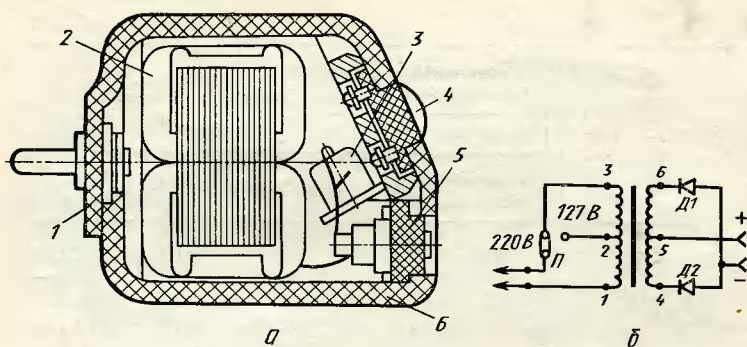

Рис. 36. Выпрямительное устройство бритвы «Молодость»:
Выпрямительное устройство (блок питания) состоит из корпуса 1 (рис. 36, а), понижающего трансформатора 2, двух диодов Д1 и Д2 (рис. 36, б) типов
*Ремонт блока питания (выпрямительного устройства).* Выпрямительное устройство бритвы «Молодость» аналогично выпрямительному устройству бритвы «Элнет». Выбить бородком четыре штифта крепления крышки 6 (см. рис. 36, а) корпуса 1 блока питания и снять крышку. Выдвинуть из корпуса блока питания трансформатор 2 с диодами. Проверить исправность диодов Д1, Д2 (см. рис. 36, б). При этом один из концов проверяемого диода должен быть отключен от схемы. Подготовить прибор для измерения сопротивлений. Измерить сопротивление диода в прямом и обратном направлениях, для этого после первого замера поменять местами концы, с помощью которых диод подключается к прибору.
Если в обоих случаях сопротивление будет одно и то же, то диод неисправен и подлежит замене. Затем проверить переключатель 4 (см. рис. 36, а) напряжения.
Одновременно необходимо проверить и состояние обмоток трансформатора 2. Для этого подключить щупы пробника к выводам 1, 2, 3 (см. рис. 36, б) первичной обмотки, а затем к выводам 4, 5, 6 вторичной обмотки. В том и другом случае стрелка прибора будет давать отклонение. Если стрелка прибора не отклоняется, то в обмотке обрыв и трансформатор следует заменить или перемотать.